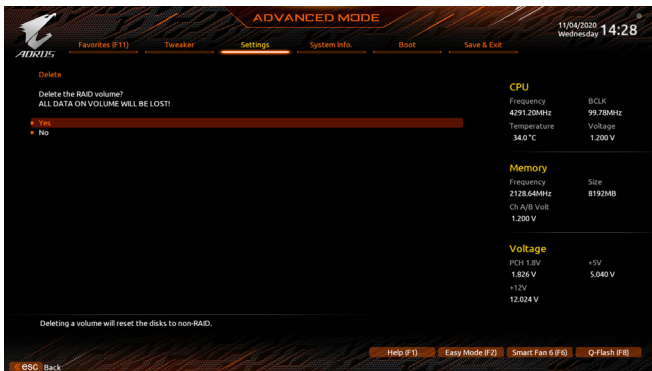

図 7
RAID アレイを削除するには、Intel(R) Rapid Storage Technology 画面において削除するボリューム上で<Enter>を押します。RAID VOLUME INFO 画面に入ったら、Delete で<Enter>を押して Delete 画面に入ります。Yes で<Enter>を押します(図7)。